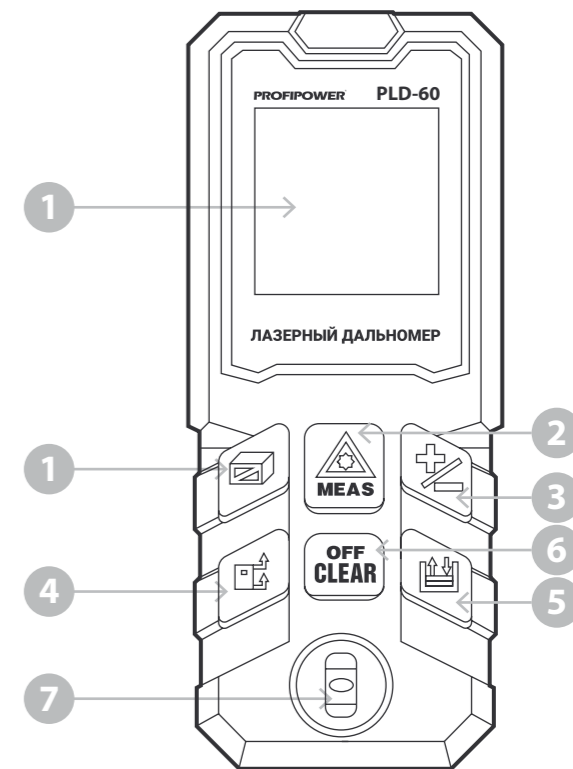

Рисунок 1.5. Устройство инструмента
1. Включите прибор нажатием на кнопку «2» (рисунок 1.5), на дисплее отобразится символ батареи и все четыре строки дисплея в виде прочерков.
Длительно нажмите кнопку «4», (рисунок 1.5), чтобы переключить единицы измерения. m (метры), ft (футы), in (дюймы).
Включите прибор. Нажмите на кнопку «2» (рисунок 1.5) - включится лазерный целеуказатель и на дисплее высветится результат измерения.
Эта функция позволяет пользователю измерять максимальное или минимальное расстояние от точки измерения. Например, измерьте разницу между диагональным расстоянием (максимальное значение измерения) или горизонтальным расстоянием (минимальное значение измерения) или максимальным значением или минимальным значением помещения. Удерживайте кнопку «2» (рисунок 1.5), пока
Нажмите кнопку «2» (рисунок 1.5), чтобы остановить непрерывное измерение. Соответствующее максимальное или минимальное измерение отображается на дисплее, так же отобразится разница между максимумом и минимумом и на дисплее отобразится последнее измерение.
Включите прибор коротким нажатием на кнопку «2» (рисунок 1.5). После того, как прибор включился, нажмите и удерживайте кнопку «2» (рисунок 1.5), для включения режима непрерывного измерения. Соответствующий значок будет отображен в левом верхнем углу дисплея. При этом если активен зуммер, звук постоянно будет раздаваться во время непрерывного измерения. Чтобы остановить непрерывное измерение и выйти из этого режима нажмите коротко кнопку «2» (рисунок 1.5).
Последовательно нажимайте кнопку «4» (рисунок 1.5), до тех пор, пока на экране не отобразится знак. Нажмите кнопку «2» (рисунок 1.5), измерьте одну грань участка, затем снова нажмите кнопку «2» (рисунок 1.5), и измерьте вторую грань, после чего прибор автоматически произведет подсчет значения площади и отобразит его в основной зоне дисплея.
Последовательно нажимайте кнопку «3» (рисунок 1.5), до тех пор, пока на экране не отобразится знак. Нажимая кнопку «2» (рисунок 1.5), поочередно измерьте все три грани, после чего прибор автоматически произведет подсчет значения объема и отобразит его в основной зоне дисплея в соответствующих единицах измерения.
Для косвенного измерения длины последовательно нажимайте на кнопку «3» (рисунок 1.5) пока на дисплее
не высветится значок  и не появится обозначение для измерения по теореме Пифагора мигающей гипотенузой. Мигание гипотенузы означает, что Вы можете измерить первое расстояние: нажмите на кнопку «2» (рисунок 1.5), - на верхней строчке отобразится значение (1), еще раз нажмите на кнопку «2» (рисунок 1.5), чтобы измерить второе расстояние (2). На второй строчке высветится результат измерения. Результат мгновенно будет высвечен на третьей строчке. (Искомый «X» см. рисунок выше).
**ВНИМАНИЕ!** Длина «X» должно быть меньше длины гипотенузы (1). При неверном измерении на дисплее не высветится результат измерения. Прибор сбросит результаты и снова встанет в режим текущего измерения.
В данном варианте необходимо измерить расстояние X, где X - сторона BC треугольника ABC. Последовательно нажимайте на кнопку «3» (рисунок 1.5), пока на дисплее
Следуя подсказкам на дисплее измерьте первое расстояние нажатием на клавишу «2» (рисунок 1.5), далее нажатием на кнопку «2» (рисунок 1.5), измерьте второе, а затем третье расстояние. Результат отобразится в нижней части дисплея.
Лазерный дальномер оснащен памятью последних десяти измерений (10 ячеек памяти). Для просмотра сохраненных значений, последовательно нажимайте кнопку «3» (рисунок 1.5), пока на дисплее не отобразится значение «01». Для пролистывания сохраненных результатов последовательно нажимайте кнопку «+/-». Всего доступно 10 ячеек для хранения результатов измерений.